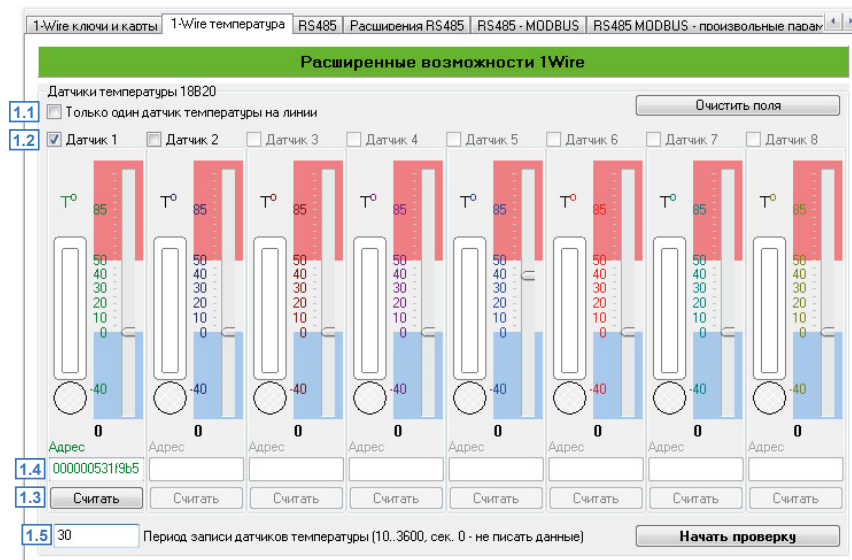

Рис.36. Вкладка «1-Wire температура».
- Для того чтобы разрешить подключение только 1 датчика температуры с произвольным адресом к контроллеру «АвтоГРАФ», необходимо включить в контроллере опцию «Только один датчик температуры на линии» (Рис.36, п.1.1).
- включить опцию «Датчик 1» (Рис.36, п.1.2);
- нажать кнопку «Считать», расположенную в секции настраиваемого датчика (Рис.36, п.1.3). Кнопка активна при включенной опции «Датчик 1 (2-8)». Адрес подключенного датчика будет считан в программу (Рис.36, п.1.4)
- Задать период записи показаний датчиков температуры 1-Wire в поле «Период записи датчиков температуры (сек)» (Рис.36, п.1.5). Диапазон допустимых значений 10..3600, 0 – не писать данные.
- Начать проверку подключенных датчиков, нажав кнопку «Начать проверку». Программа начнет опрос тех датчиков, для которых заданы адреса и работа с которыми разрешена в настройках (установлены галочки в поле 1.2 (Рис.36)).